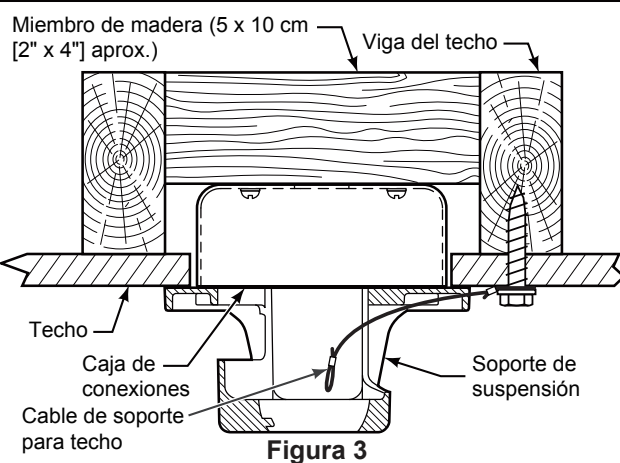

Figura 3
Uso del soporte (Figura 3)
3. Afloje los dos tornillos de fijación del soporte del barral de soporte para techo a través de la varilla. Introduzca los cables de color marrón, azul, rojo, gris, amarillo cables y cable de seguridad a través de la varilla. (Figura 3)
1. Perfore un orificio de 1/4" en la estructura del edificio para evitar grietas con la instalación del tornillo de intervalo. Utilice el tornillo de intervalo de 3/8"x2" y la arandela plana para fijar el cable de seguridad a la viga del techo o a la estructura de madera. Dicho tornillo pasará a través de arandela plana, la presilla del cable de seguridad y se fijará en la estructura del edificio. (Figura 3)
NOTA: el cable de soporte para techo no se puede asegurar solamente a la caja de conexiones; se debe asegurar directamente a la viga de techo o miembro estructural con el tornillo de cabeza cuadrada de 3/8"x2" y la arandela plana. (Figura 3)
- 2. Deslice el receptor en el soporte de suspensión antes de realizar el cableado como se muestra en la figura 3.
3. Instale la ensamble de la placa de iluminación en el soporte utilizando las dos ranuras principales de conexión. Vuelva a colocar el tornillo retirados previamente y asegure los tres tornillos. (Figura 3)
3. Retire la cubierta de la batería del control remoto con un destornillador y conserve el tornillo para luego. (Figura 3)